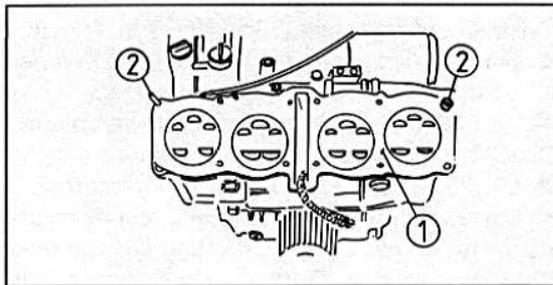

Bild 149
- Die Zylinderkopfdichtung aus der Packung nehmen und mit der Bezeichnung UP von oben sichtbar, auf den Zylinderblock auflegen (Bild 149).